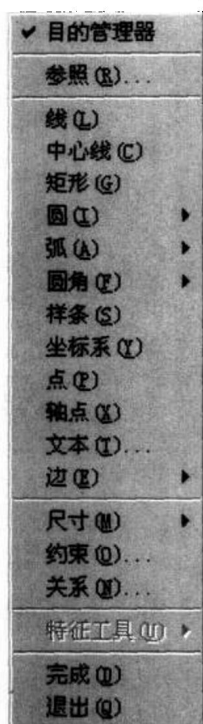

图 1.9
- **草绘** 这也是 Pro/ENGINEER2000i2 新增的菜单，如图 1.9 所示。它提供了草绘的一切相关命令。由于这里的命令基本上和草绘工具栏的命令一样，所以只有在使用草绘工具栏内没有列出的功能时才需要用到这个菜单。